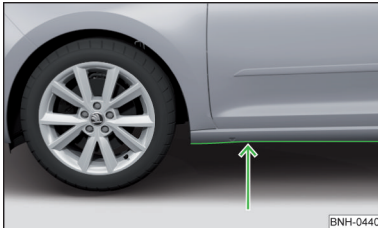

Abb. 193
- Daher vor einer Wasserdurchfahrt die Wassertiefe feststellen. Der Wasserstand darf maximal an die Unterkante des Unterholms reichen » Abb. 193.